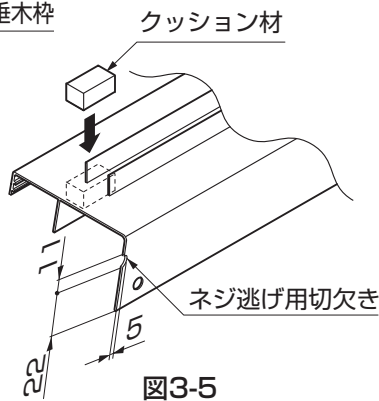

図3-5
- 主柱の位置により、前柵端部キャップ固定ネジと垂木柵が干渉する場合があります。その場合は、垂木柵をネジ頭分だけ切欠いて取付けてください。（図3-5参照）
- ②袖壁垂木柵の前柵側上面のフィン切欠き部にクッション材を貼付けてください。（図3-5参照）
- ③袖壁垂木柵を垂木柵取付金具に【5-4】で、野縁に【5-5】で取付けてください。
- ④側面柱袖壁用を袖壁垂木柵に【5-1】で取付けてください。